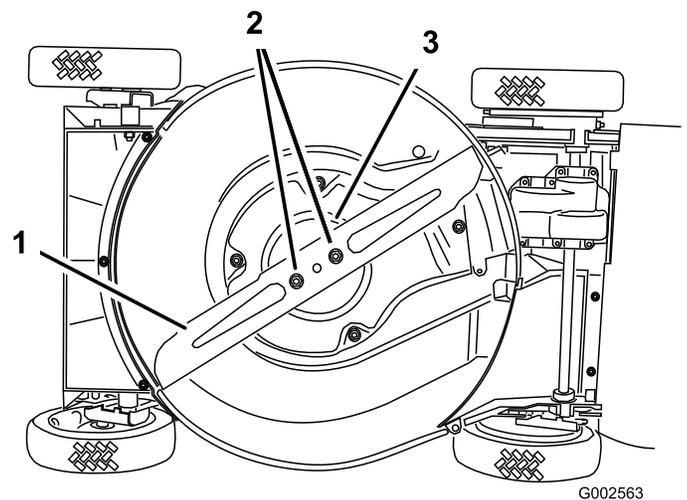

Figure 29
4. Basculez la tondeuse sur le côté **droit** (Figure 29).
Tenez la lame à son extrémité avec un chiffon ou un gant épais. Retirez les écrous de la lame, la coupelle de protection et la lame (Figure 29).
- Retirez les 2 écrous de la lame, la coupelle de protection et la lame (Figure 29).